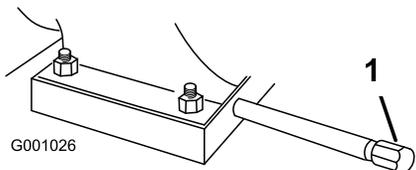

Рисунок 31
2. Очистите поверхность вокруг пробки для слива масла (**Рисунок 31**).